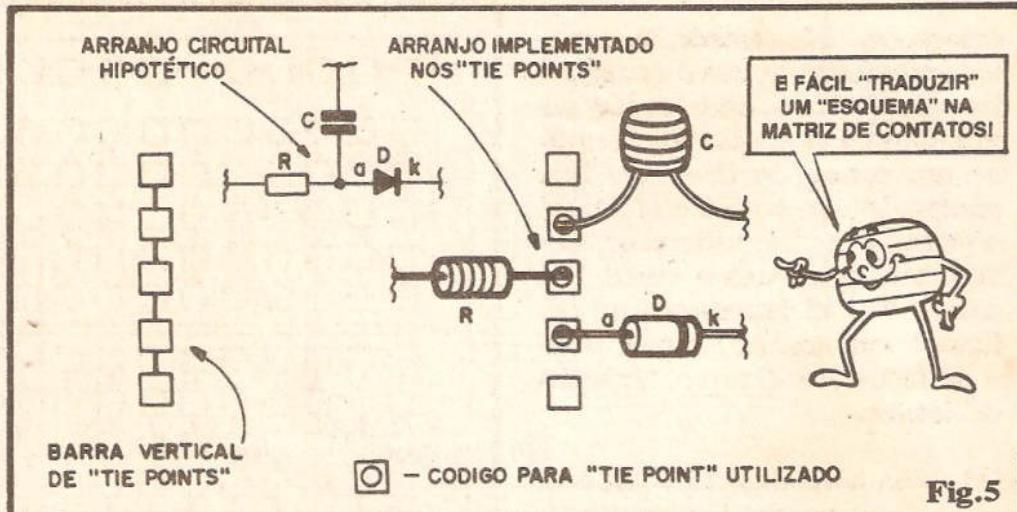
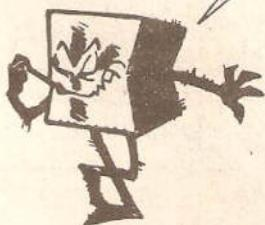

Fig.5
Fig.6
mente às figuras anteriores (nº 2 e 3), observem que as barras horizontais superior (H1) e inferior (H2), são, normalmente, utilizadas como barramento de alimentação para o circuito ou arranjo a ser implementado sobre a Matriz de Contatos... De acordo com antiga e universalmente aceita convenção (que é adotada, inclusive, nos próprios desenhos dos "esquemas" de circuitos...), é normal que a barra superior seja a condutora do positivo (+) da alimentação, enquanto que a inferior conduza o negativo (-). Isso, contudo, não é uma norma rígida e eventuais arranjos poderão exigir ou requerer que as conexões de alimentação sejam feitas a outros conjuntos de tie points, que não os formados pelas barras H1 e H2... De modo geral, contudo, adotamos a disposição de alimentação mostrada na fig. 5. Notem ainda que normalmente a cabagem da alimentação recebe uma pré-ligação aos bornes existentes na placa/base do módulo, sempre procurando obedecer à outra codificação universal, com o vermelho para o positivo e o preto
para o negativo. Ainda na fig. 5, observem uma convenção nossa, criada para simbolizar os tie points realmente utilizados no módulo: um pequeno círculo, dentro do respectivo quadradinho representativo, "envolvendo" a ponta do terminal nele inserido (essa é apenas uma "fórmula visual" de referenciar um tie point utilizado, diferenciando-o dos demais, para que não fiquem dúvidas, nas explicações seguintes da presente série...).
- FIG. 5 - "TRANSFERINDO" UM "ESQUEMA" PARA A MATRIZ DE CONTATOS - Ao aplicar os componentes, basta que o "Aluno" tenha sempre em mente a organização elétrica interna da Matriz (se ocorrerem dúvidas, basta consultar a fig. 2...). Simplesmente as "pernas" das peças devem ser inseridas nos tie points respeitando a configuração do próprio circuito ou "esquema" a ser reproduzido... Sempre lembrando que cada coluna vertical (tanto no conjunto superior quanto no inferior...) apresenta 5 pontos de ligação eletricamente "juntos", quando no circuito em implementação houver um "nó" ou junção elétrica de vários componentes, seus terminais devem ser inseridos na mesma coluna para que, eletricamente, fiquem conectados... Na figura temos um pequeno arranjo circuital hipotético ("esquema") e também a sua configuração "real" sobre os tie points do módulo. Não é difícil notar que o resistor R, o capacitor C e o diodo D têm, tanto no "esqueminha" quanto na sua imple-
FIG. 6 - OS (INEVITÁVEIS...) JUMPERS... - O espaçamento entre "filas" e entre "colunas" dos tie points de uma Matriz de Contatos é universalmente padronizado, de modo a "aceitar" bem, mecanicamente, a distância normal, entre terminais, da maioria dos componentes eletrônicos (1/10 de polegada, ou aproximadamente 2,54 mm). Então, "enfiar" componentes na Matriz é relativamente fácil... Entretanto, a quase totalidade das implementações de circuitos ou projetos sobre o módulo exigirá também a utilização de jumpers (meros pedaços de fio rígido, interligando tie points de diferentes colunas ou conjuntos de contatos...). É fácil perceber a razão disso: se, no exemplo de interconexão da fig. 5, ao invés de apenas 3 componentes, tivéssemos 6, os 5 tie points de uma única coluna se-